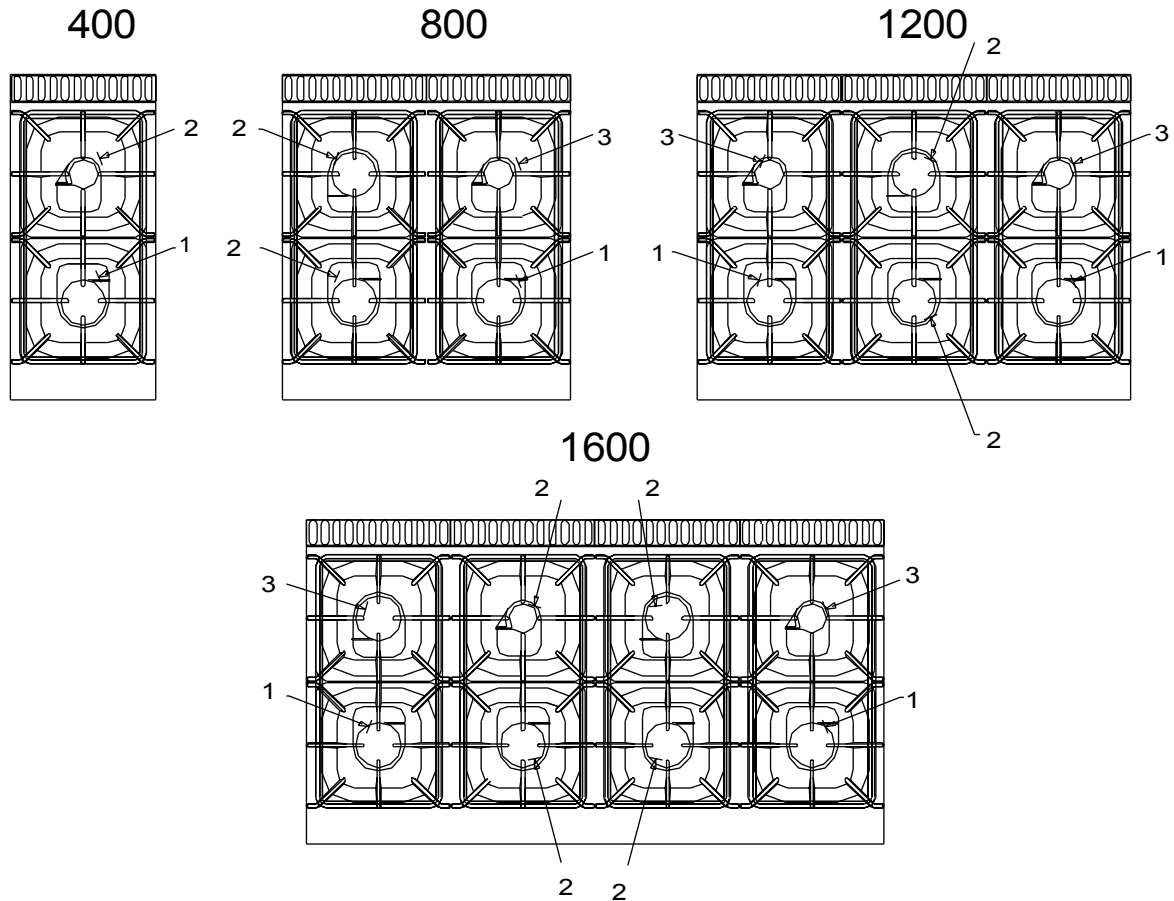

Abb. 1
- Brennertyp: kreisbrenner mit 3,5 kW (pos. 1 in *** 'Abb. 1' on page 9 ***), kreisbrenner mit 5,6 kW (pos. 2 in *** 'Abb. 1' on page 9 ***), doppiekreisbrenner mit 7 kW (pos. 3 in *** 'Abb. 1' on page 9 ***);
- Rohrbrenner aus Stahl mit selbststabilisierender Flamme von 8.5 kW (Pos. 3 in Abb. 1);